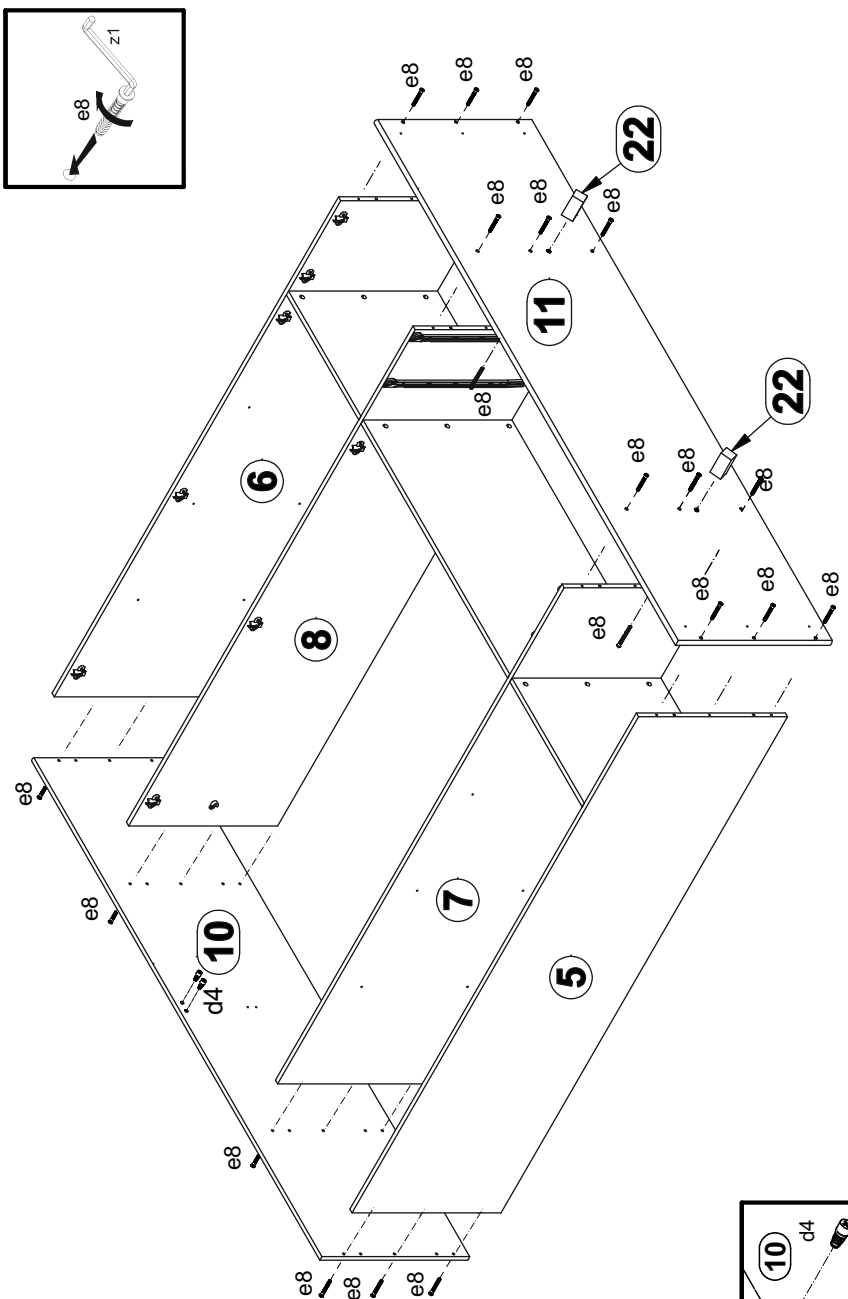

Рисунок 4
9. В отверстия $\varnothing 5$ мм на нижней поверхности щита верхнего **10** вкрутить ограничители двери **d4** (см. рис. 4).
10. В отверстия $\varnothing 8$ мм на нижней поверхности щита нижнего **11** еврошурупами **e8** закрепить ноги опорные **22** (см. рис. 4).